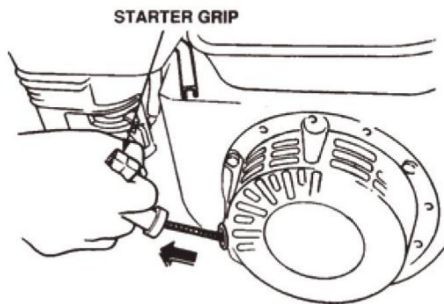

ABB.10
9.6 Fassen Sie den Startergriff (ABB. 10) und ziehen Sie ihn langsam heraus. Der Widerstand